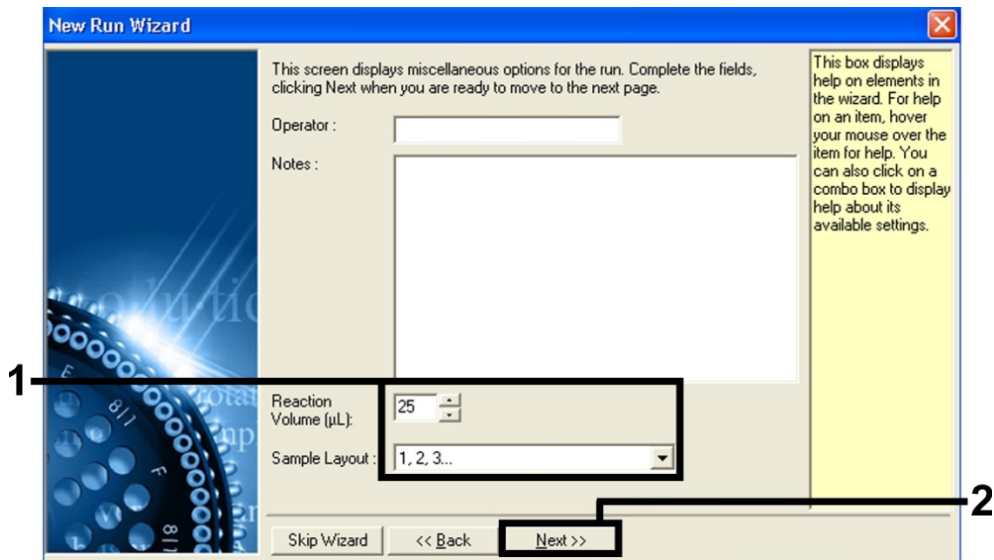

Figura 2. Impostazione dei parametri generali del test.
8. Selezionare **25** per il volume di reazione PCR e cliccare su **Next** (Figura 2).